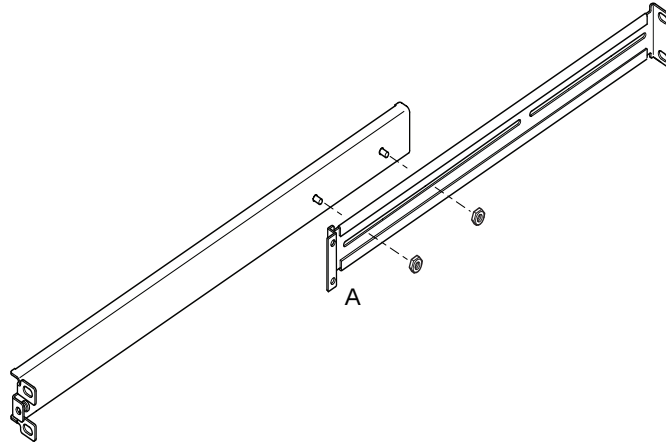

FIGURA 3-1 Slitta per rack di espansione standard da 19 pollici
1. Posizionare le due parti della slitta in modo che l'estremità a doppio angolo (A) si trovi nella posizione corretta.
Nel caso di un rack standard largo 19 pollici, l'estremità a doppio angolo (A) deve trovarsi sul lato anteriore (vedere la FIGURA 3-1).